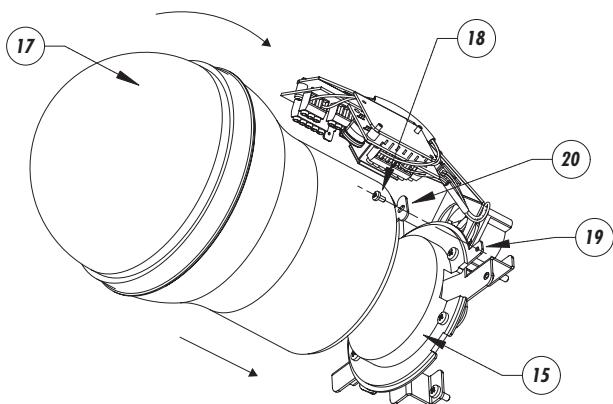

Fig. 13
- Allineare (Fig. 13) la dome (17) con la base di montaggio della telecamera (15). Una volta centrati effettuare una leggera rotazione della dome finché il foro della base di montaggio della telecamera (19) sarà allineato con l'asola della dome (20).
- Aligner (Fig. 13) le dôme (17) avec la base de fixation de la camera (15). Après les avoir centrés, tourner légèrement le dôme jusqu'à bloquer les goujons (20) dans les fentes correspondantes (19).
- Align (Fig. 13) the dome (17) to the camera mounting base (15). When centered, turn the dome slightly until the camera mounting base hole will be aligned to the dome one (20).
- Ausrichten (Fig. 13) des Doms (17) mit der Kamera-Befestigungsplatte (15). Den Dom leicht drehen, bis das Loch der Kamera-Befestigungsplatte mit dem Langloch der Dome überein stimmt.